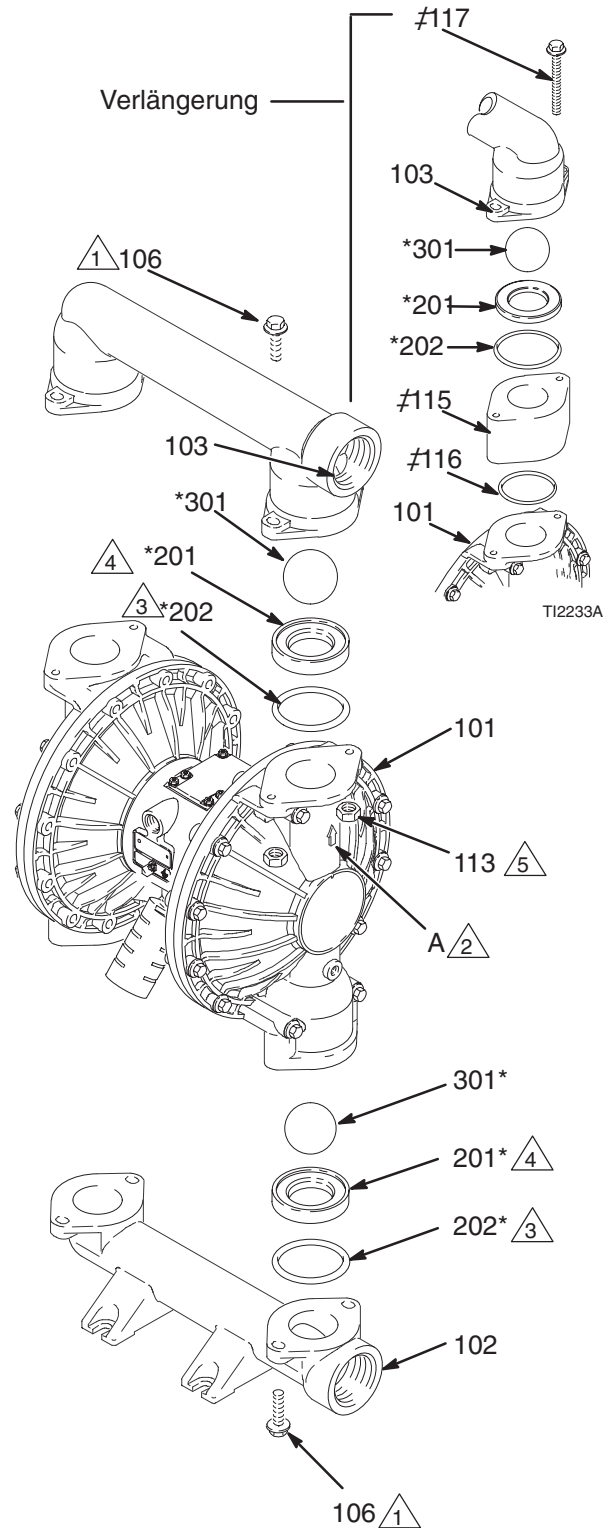

Abb. 10
3. Mit einem 10 mm Steckschlüssel die vier Schrauben (106) lösen, mit denen der Auslaßverteiler (103) an den Materialabdeckungen (101) befestigt ist. Siehe Abb. 10.
4. Die Sitze (201), Kugeln (301) und O-Ringe (202) aus dem Verteilerrohr ausbauen.
2. Im umgekehrter Reihenfolge wieder einbauen und dabei alle Anmerkungen in Abb. 10 beachten. Sicherstellen, daß die Kugelventile **genauso** zusammengebaut sind, wie gezeigt. Die Pfeile (A) auf den Deckeln (101) **müssen** zum Auslaßverteiler (103) zeigen.